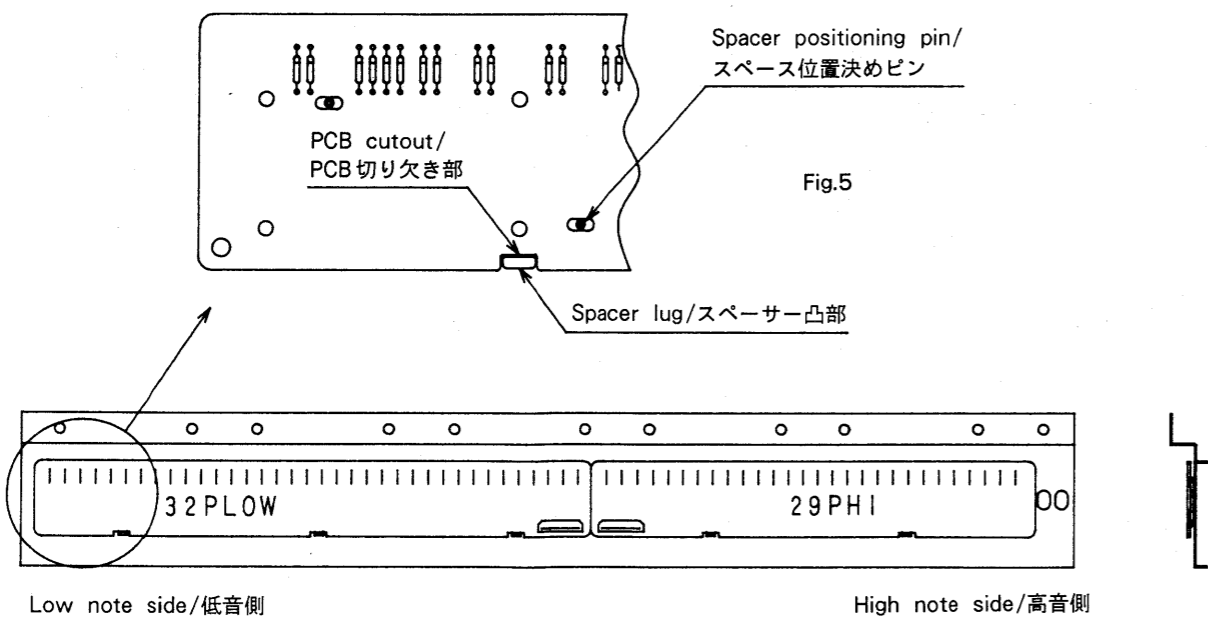

Fig.6
3) Next, guided by the PCB cutouts and the spacer lugs, place the PCB so that the positioning holes of the PCB fit onto the positioning pins of the spacer. (Refer to Fig. 5) As shown in Fig. 6, the PCB consists of two boards; low and hi.
3) 次に、PCBの切り欠き部とスペーサーの凸部を目印として、スペーサーの位置決めピンにPCBの位置決め穴がはまるようにPCBをおきます。(Fig.5を参照) PCBは、Fig.6で示されるようにLOW、HIの2枚で構成されています。